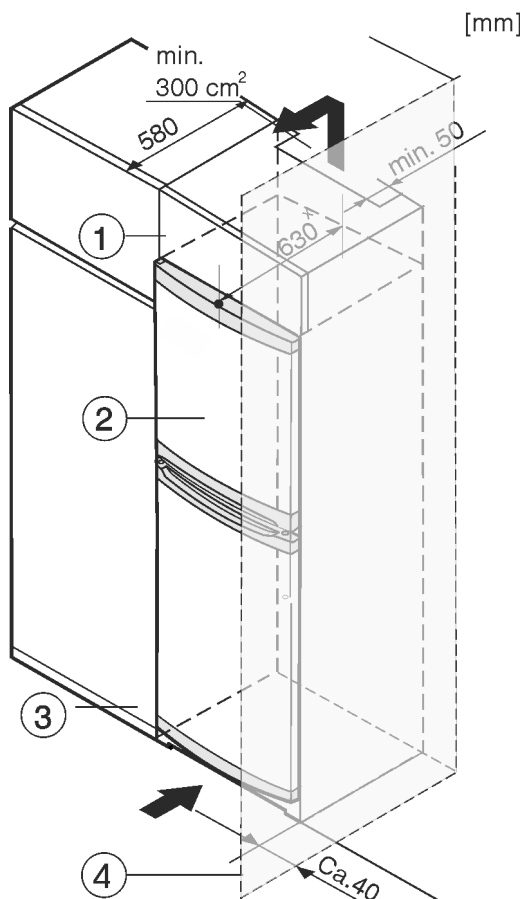

Fig. 8
- (1) Pealiskapp
- (2) Seade
- (3) Köögikapp
- (4) Sein
× Kaasapandud seinavahehooldikutega seadmete puhul suureneb mõõt 35 mm (vt. 4.2 Seadme paigaldamine) võrra. Seadet saab köögikappidega ümbritseda. Kohandamiseks seadet Fig. 8 (2) köögitasapinna kõrgusele, saab seadme kohale paigaldada pealiskapi Fig. 8 (1).
Köögikappidesse sisseehitamisel (sügavus max 580 mm) võib seadme vahetult köögikapi Fig. 8 (3) kõrvale üles panna. Seade ulatub 34 mm x ja seadme keskkoh 50 mm x köögikapi esiküljest ettepoole.
Kui seade pannakse šarniiridega seina Fig. 8 (4) kõrvale üles, siis tuleb pidada kinni seadme ja seina vahekaugusest vähemalt 40 mm. See vastab käepideme üleulatusele avatud ukse korral.